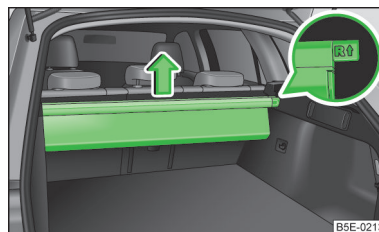

Fig. 95
- Scoateți geanta multifuncțională din punctele de fixare, în sensul săgeții » fig. 95.
- La montare, împingeți capătul marcat cu **1** al baghetei în punctul de fixare din dreapta, iar capătul marcat cu **2** al baghetei în punctul de fixare din stânga. Săgețile trebuie să indice spre înainte » fig. 95.